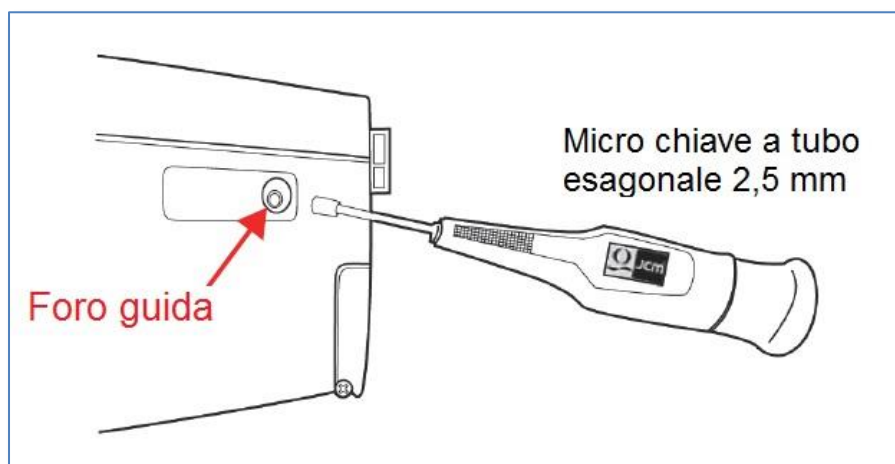

Fig. 5.5.7 – Apertura meccanismo di centraggio
- Se il problema permane (nessuna banconota viene espulsa con il reset) si dovrà provvedere all'apertura del meccanismo agendo con una micro-chiave a tubo sul centering guide come mostrato in Fig. 5.5.7